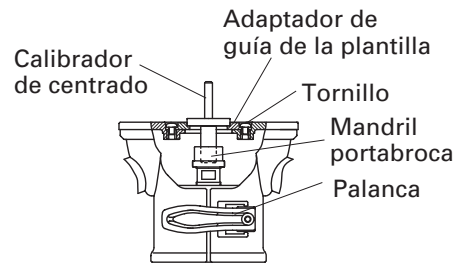

Fig. 9
(2) Inserte el calibrador de centrado a través del orificio del adaptador de la guía de la plantilla y en el mandril portabroca. (Fig. 9)
(3) Apriete el mandril portabroca con la mano.
(4) Apriete la palanca. (Esto permite alinear el centro del adaptador de guía de la plantilla).
(5) Apriete los tornillos del adaptador de guía de la plantilla, y extraiga el calibrador de centrado.